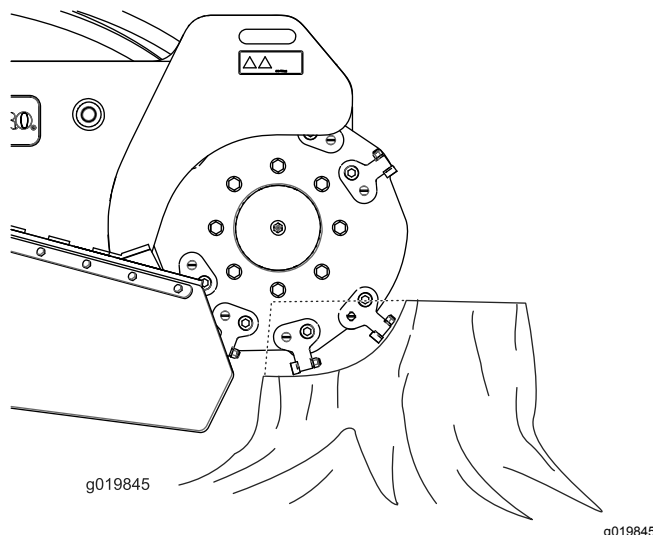

Figure 20
2. Utilisez le levier de commande et la commande de déplacement pour positionner la rogneuse d'un côté à l'avant de la souche, à peu près à 2,5 cm sous de la surface (Figure 20).
4. Utilisez le levier de commande pour passer la rogneuse lentement sur la souche, et enlever une largeur de copeaux (Figure 20).